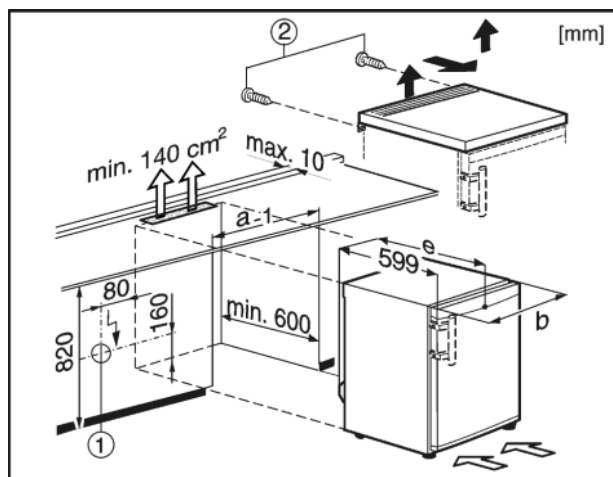

Fig. 9
Kontakligzdai Fig. 9 (1) jāatrodas ārpus ierīces aizmugures sienas un jābūt viegli pieejamai.
- ▶ noņemiet Fig. 9 (2) aizmugures skrūves.